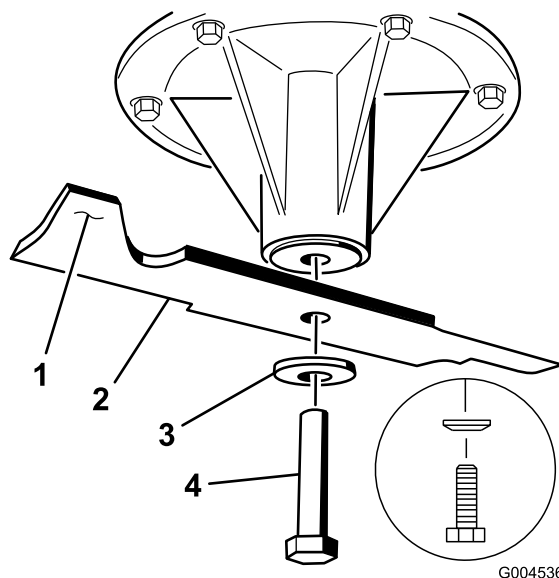
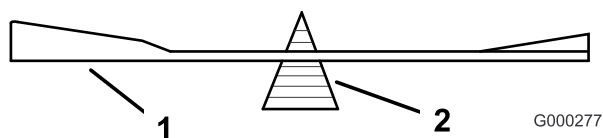

Figura 78
Figura 80
2. Retire del eje el perno de la cuchilla, la arandela curva y la cuchilla (Figura 78).
2. Verifique el equilibrio de la cuchilla colocándola sobre un equilibrador de cuchillas (Figura 80). Si la cuchilla se mantiene horizontal, está equilibrada y puede utilizarse. Si la cuchilla no está equilibrada, rebaje algo el metal en la parte de la vela solamente (Figura 78). Repita este procedimiento hasta que la cuchilla esté equilibrada.